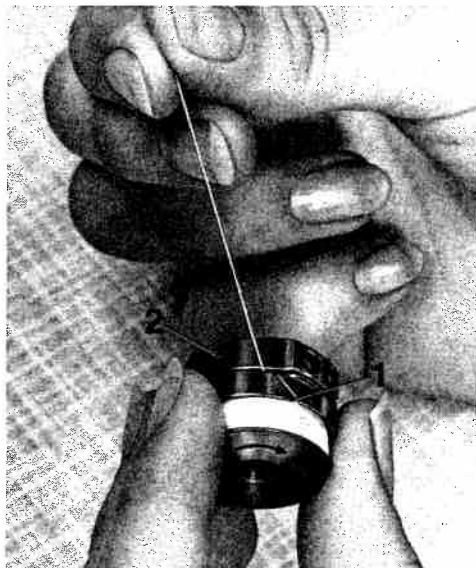
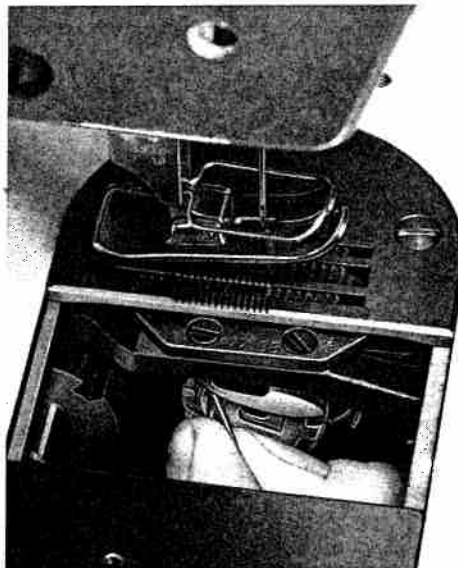

Fig. 5
Fig. 6
Die gefüllte Spule so in die Oberkapsel einsetzen, daß der Faden im Uhrzeigersinn abläuft (siehe Pfeil Fig. 5).
Bei leichtem Festhalten der Spule den Faden in den Schlitz 1 einhängen und unter der Spannungsfeder hindurchziehen, bis er hinter der Federzunge 2 wieder hervorkommt. Fadenende ca. 5 cm überstehen lassen. Maschine ausschalten. Durch Drehen am Handrad Fadenhebel in höchste Stellung bringen. Oberkapsel in Greifer einsetzen (Fig. 6).
Insert the full bobbin into the bobbin case so that when you pull the thread the bobbin turns in a clockwise direction (see arrow in Fig. 5).
Place the bobbin case into the sewing hook (Fig. 6).
Introduire la canette garnie dans la boîte à canette, de manière que le fil se déroule dans le sens des aiguilles d'une montre (flèche, fig. 5).
Tout en retenant légèrement la canette, faire passer le fil depuis la fente 1 sous le ressort de tension, jusqu'à ce qu'il réapparaisse derrière la languette du ressort 2. Laisser dépasser environ 5 cm de fil. Mettre la machine hors circuit. Tourner le volant jusqu'à ce que le levier releveur de fil se trouve au point haut de sa course. Placer la boîte à canette garnie dans le crochet (fig. 6).
Coloque la bobina llena en la cápsula de forma que el hilo corra en el sentido de las agujas del reloj (véase flecha, fig. 5).
Sujetando ligeramente la bobina, enganche el hilo en la ranura 1 y páselo por debajo del muelle tensor hasta que aparezca de nuevo por detrás de la lengüeta elástica 2, dejando que sobresalga unos 5 cm. Desconecte la máquina. Gire el volante hasta que la palanca tirahilos de halle en su posición superior. Introduzca la bobina llena en la cápsula y colóquela en el garfio (fig. 6).
■ La spolina piena va inserita nella capsula in modo che il filo scorra in senso orario (vedi freccia fig. 5). Tenendo leggermente la spolina, agganciare il filo nella fessura **1** e tirarlo al di sotto della molla di tensione fino a che non fuoriesce nuovamente dietro la linguetta della molla **2**. Tirare ca. 5 cm di filo fuori. Disinserire la macchina. Girando il volantino, portare il tendifilo nella posizione più alta. Mettere la spolina piena nella capsula ed inserire nel crochet (fig. 6).
■ Introduza a bobina cheia na cápsula de tal forma que o fio desenrole no sentido dos ponteiros do relógio (veja Fig. 6 – seta).
Segurando a bobina, passe o fio pela ranhura **1**, por baixo da mola de tensão até que apareça por trás da lingueta da mola **2**. Deixar o fio sobressair por mais ou menos 5 cm. Desligar a máquina. Girando manualmente o volante, ponha o elevador do fio na posição mais alta. Introduza bobina e cápsula na lançadeira (Fig. 6).